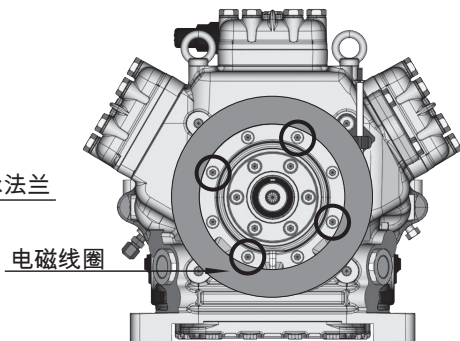

图 8
- 把电磁线圈安装到滑动配合面，如图8 所示，并且用4个内六角螺栓M8把电磁线圈固定好。螺栓 拧紧力矩=37Nm。